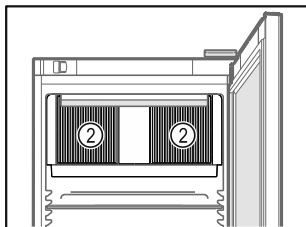

Fig. 49
- ☐ Pidä sisätilassa olevan kiertoilmapuhaltimen tuuletusraot Fig. 49 (2) vapaina.